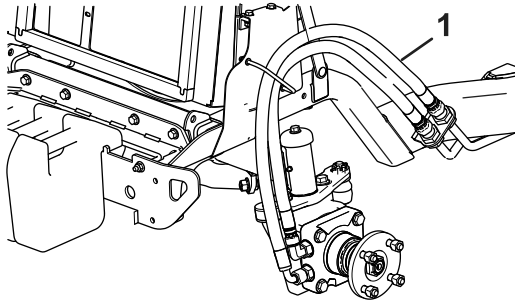

図 8
15. ホースガイドにホースを通して配設する **図 8**。